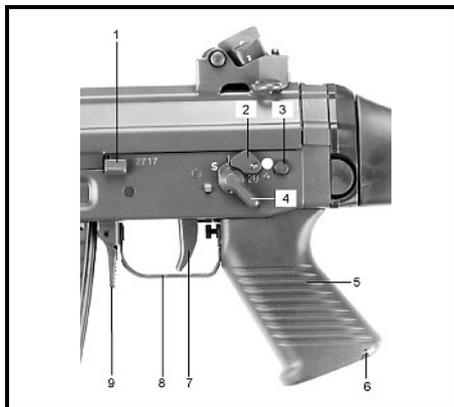

Figure 6: Dispositif de détente
- 9** La poignée de pistolet contient le guide-cartouches. La plaquette nominative s'insère dans le couvercle de la poignée de pistolet (Figure 6, numéro 6).